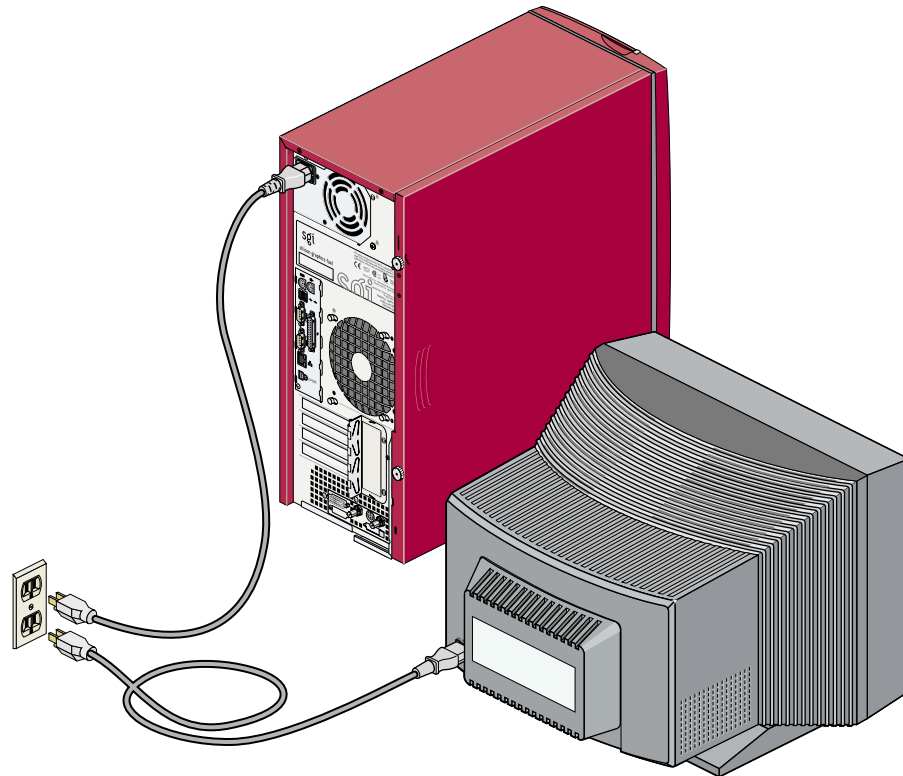

Abbildung 1-8 Anschließen der Netzkabel von Workstation und Monitor
4. Schließen Sie die Netzkabel an die Workstation und den Monitor an. Schließen Sie diese anschließend an vorschriftsmäßig installierte Netzsteckdosen an. Siehe Abbildung 1-8.